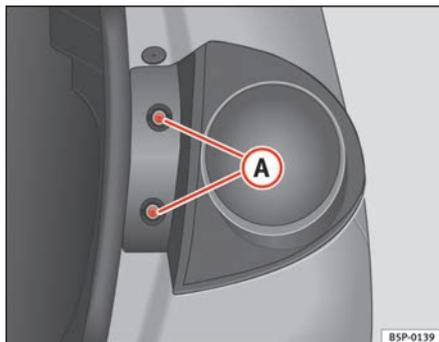

Fig. 190 Luci di posizione/arresto
- Estrarre le viti ⇒ fig. 190 **A**.